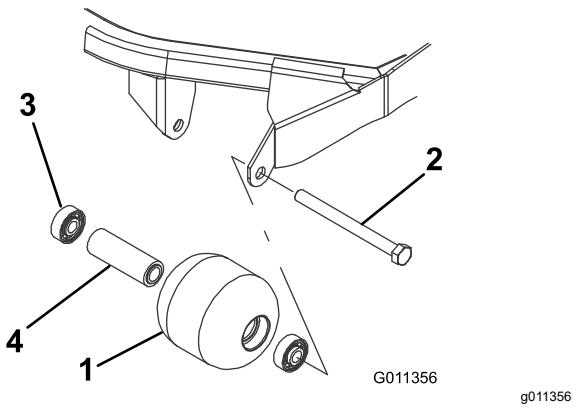

Figura 20
1. Rimuovete il bullone di montaggio del rullo (Figura 20).
4. Verificate la presenza di eventuali danni sull'alloggiamento, sui cuscinetti e sul distanziale del cuscinetto del rullo (**Figura 20**). Sostituite tutti i componenti danneggiati e procedete con il loro montaggio.
1. Montate il primo cuscinetto premendolo nell'alloggiamento all'interno del rullo (Figura 20). Premete soltanto sulla pista esterna o, in misura uguale, sulla pista interna ed esterna.
2. Inserite il distanziale (Figura 20).
3. Montate il secondo cuscinetto premendolo nell'alloggiamento all'interno del rullo (Figura 20). Premete in misura uguale sulla pista interna ed esterna, fino a quando la pista interna non tocca il distanziale.